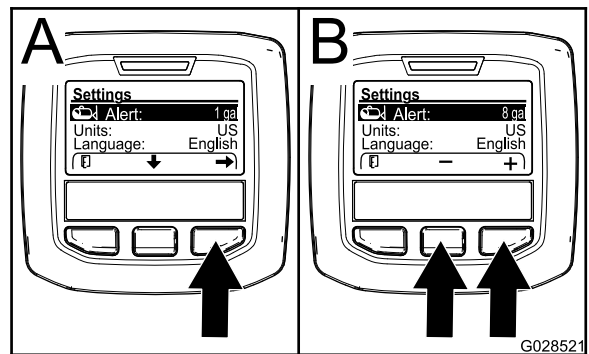

Figura 70
2. Premete il pulsante di selezione centrale per evidenziare le impostazioni di Allarme (Figura 70).
3. Premete il pulsante di selezione destro (Figura 70).
4. Usate i pulsanti di selezione centrale o destro per inserire la quantità minima nel serbatoio per far scattare e visualizzare l'allarme durante l'irrorazione (Figura 70).